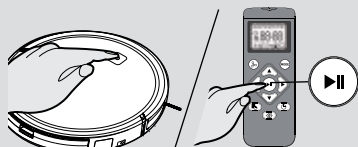

Fig. 10
2. Trykk på på/standby-knappen på enheten eller på start/pause-knappen på fjernkontrollen for å starte rengjøringsprosessen. [Fig. 10]